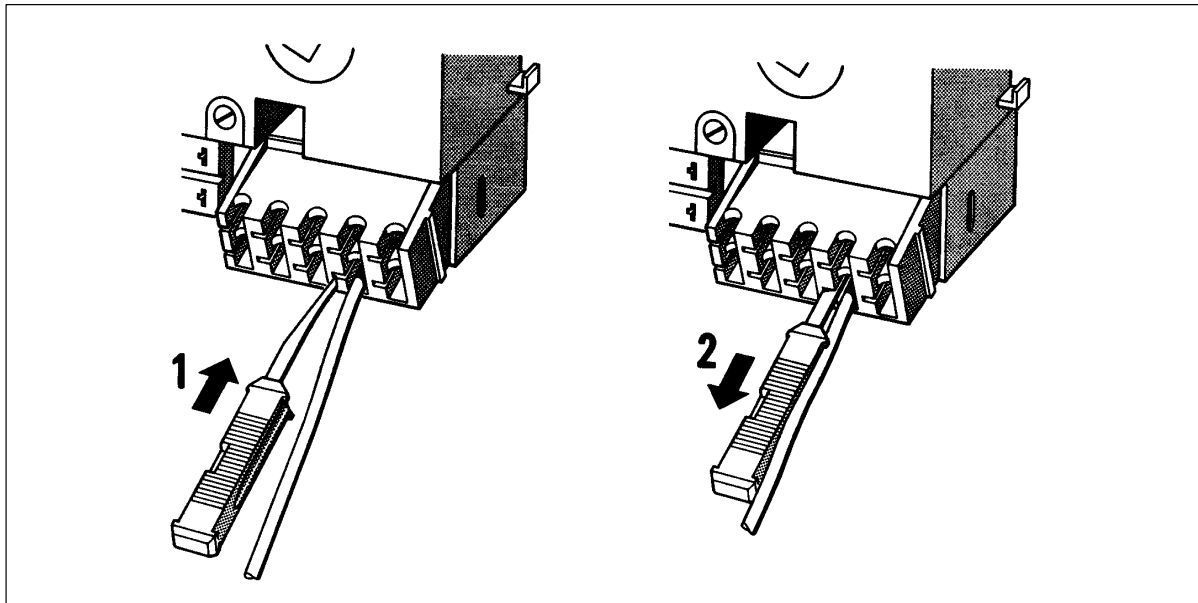

Fig. 3-11 Extraction d'un clip
1. Amener le bornier dans la position indiquée par la figure 3-11.
2. Introduire l'outil de déverrouillage dans la rainure à côté du clip (1). Ceci a pour effet de repousser la lame de verrouillage.
3. Poser le conducteur dans la gorge de l'outil de déverrouillage et retirer ce dernier avec le conducteur. (2)